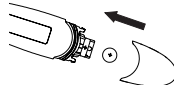

Figure 5
4. Utiliser un objet pointu tel qu'un stylo pour retirer la pile usée. Mettre la pile au rebut, conformément à la législation en vigueur. Remettre en place une pile bouton de 1,5 V CC neuve, type LR41 ou SR41, UCC392, ou l'équivalent. Vérifier que la pile est mise en place avec le "+" tourné vers le haut. (Voir la Figure 5).